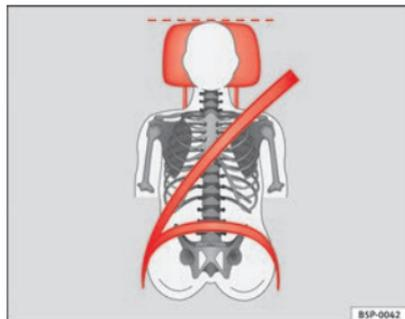
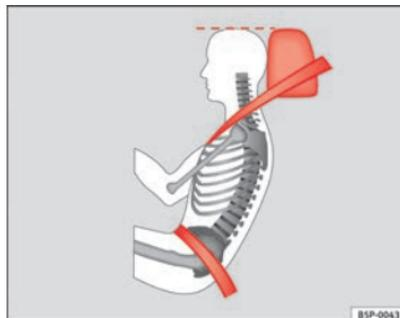

Fig. 89 Visto de frente:
Fig. 90 Visto de lado:
- Ajuste el apoyacabezas de modo que el borde superior del mismo quede a la misma altura que la parte superior de la cabeza, como mínimo a la altura de los ojos ⇒ fig. 89 y ⇒ fig. 90.